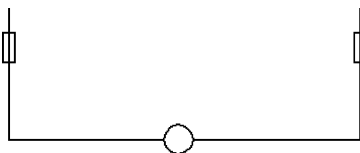

图 15-50 绘制矩形
(4) 绘制矩形。单击“默认”选项卡“绘图”面板中的“矩形”按钮, 分别绘制两个矩形, 并平移到图形中, 作为电阻的图形符号, 如图 15-50 所示。